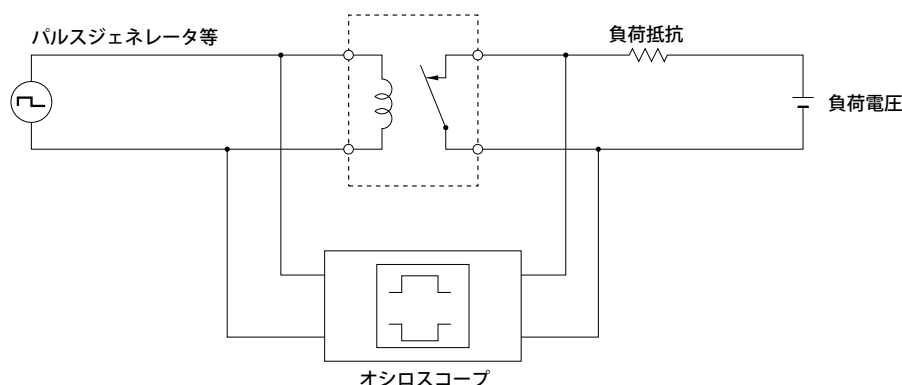

図19 時間特性測定回路
- (1) 動作時間は、パルス電圧をコイルに印加した時間から、接点の状態が変化（メーク接点：OFF→ON または、ブレーク接点：ON→OFF）した時間までを測定します。
- (2) 復旧時間は、コイルへの電圧の印加を取りやめた時間から、接点の状態が変化（メーク接点：ON→OFF または、ブレーク接点：OFF→ON）した時間までを測定します。
- (3) コイル電圧としては、パルス幅20msの単一パルスがコイル電圧波形として最適です。また、約10Hz（Duty 50%）の繰返しパルスでもかまいません。
(4) 動作時間特性は、図19の回路にて測定します。